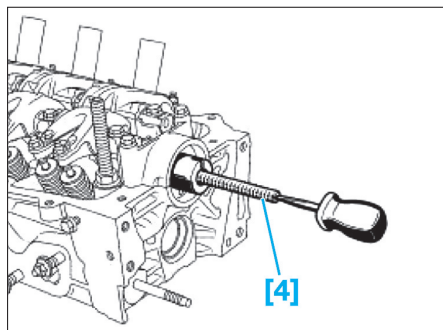

Fig. 49
- [4]. Outil de mise en place joint "PTFE" d'arbre à cames (Mot. 1587) (Fig.49).
- Visser la tige filetée de l'outil de mise en place joint [4] dans l'arbre à cames (Fig.49).